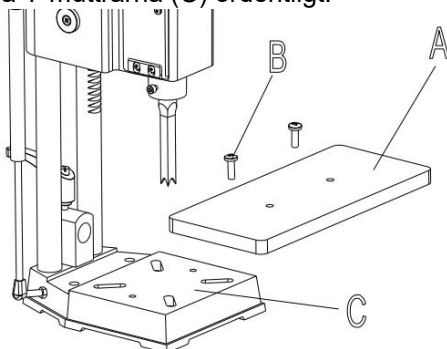

Fig. 6
15. Montera bordet (A) Fig. 6, på basen med hjälp av de två M6x1x35mm platta
16. Bordet (A) Fig. 6, kan flyttas in eller ut genom att lossa de två skruvarna (B), och